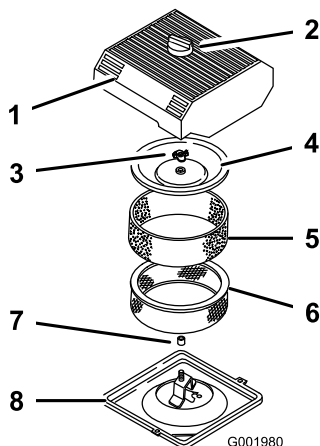

図 47
3. エアクリーナを外したときエンジン内部に異物が入らないよう、周辺をきれいに拭く (図 47)。
4. エア・クリーナのカバーのノブをゆるめてカバーを外す (図 47)。
5. ペーパー・エレメントからスポンジ・エレメントを注意深く取り外す (図 47)。
6. カバー・ナットを外し、カバーとペーパー・エレメントを外す (図 47)。
1. ペーパー・エレメントにスポンジ・エレメントを注意深く取り付ける(図 47)。
3. カバー・ナットを取り付けて指締めする(図 47)。
4. エア・クリーナのカバーとノブを元通りに取り付ける(図 47)。